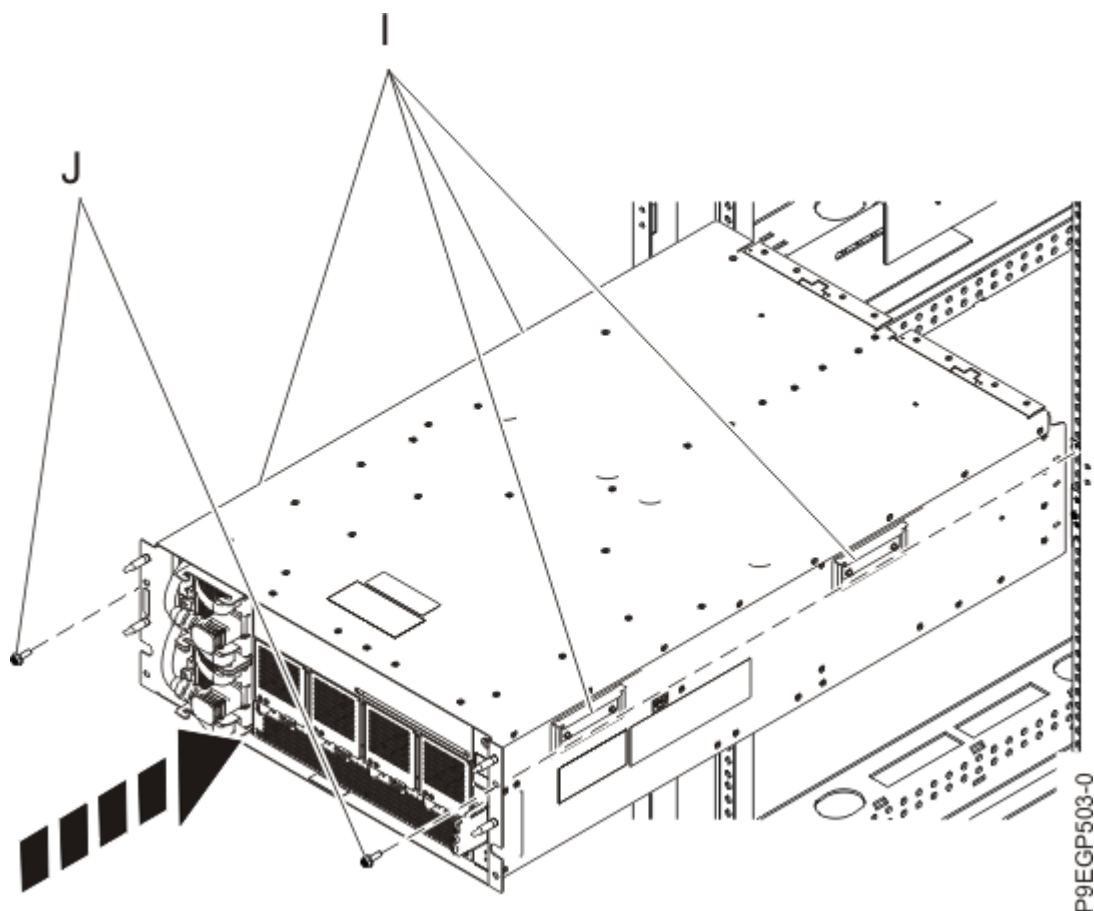

Figura 9. Instalarea unui sertar în dulap
- a) Utilizați trei persoane, două persoane care țin de cele patru mânere **(I)**, așa cum se vede în Figura 9 la pagina 13, și una în fața sertarului pentru a-l ghida. Ridicați sertarul și poziționați-l peste partea din față a șinelor.